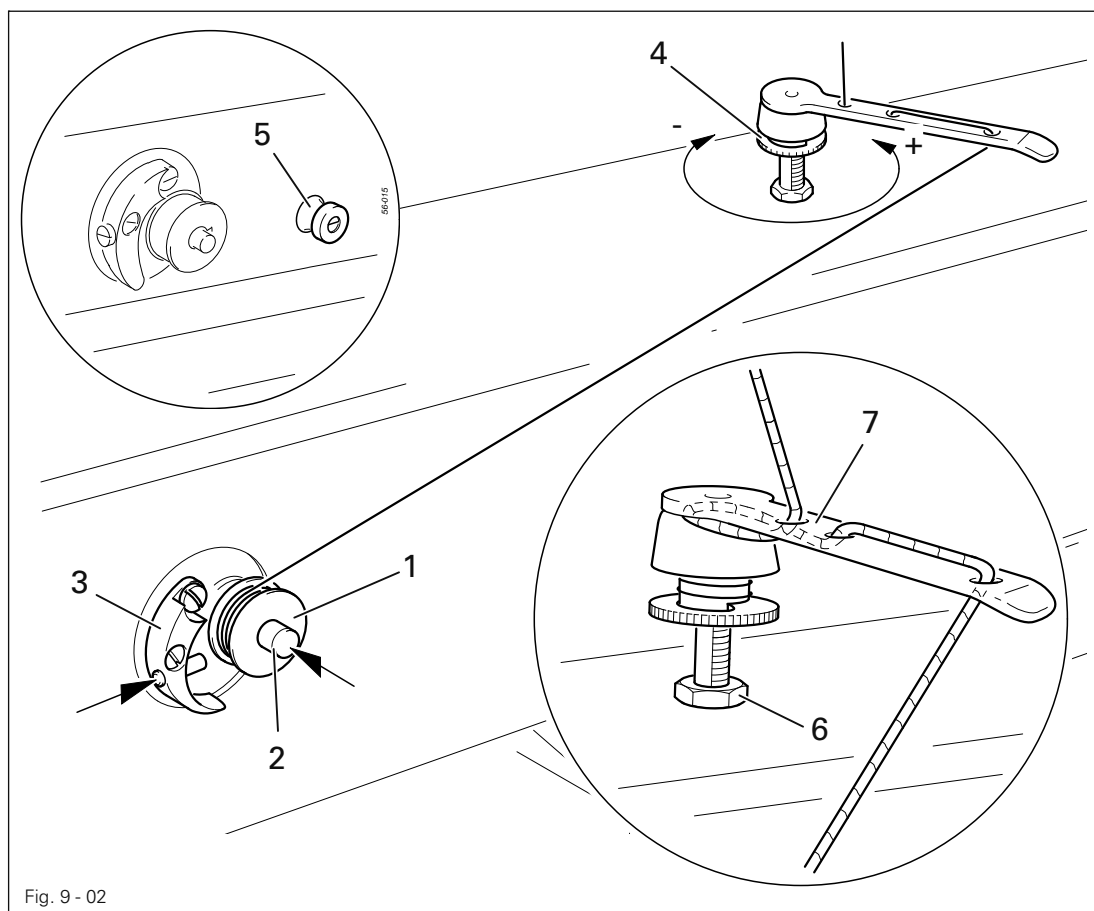

Fig. 9 - 02
- Enhebre el hilo conforme a la fig. 9 - 02 y enróllelo unas vueltas en la canilla 1 en sentido horario.